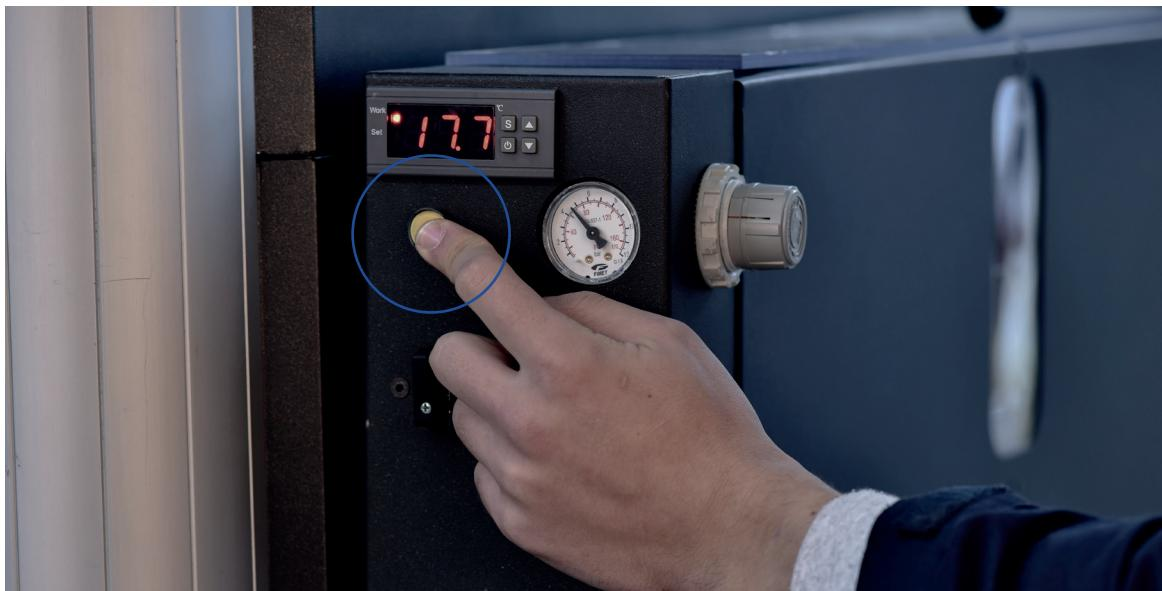

Fig. 6.5.1 - Pulsante per il caricamento del granulo
- Cliccare il pulsante di caricamento sul serbatoio (fig 6.5.1)